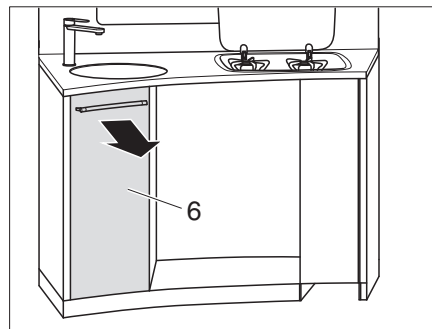

Fig. 124 Extraer el cajón superior de la cocina
- Extraer el cajón superior de la cocina (Fig. 124,6).